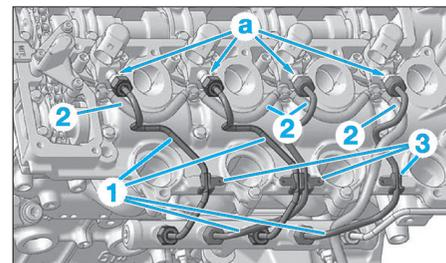

Fig. 35
- Déposer les conduites haute pression rampe-injecteurs (1) (Fig.35).